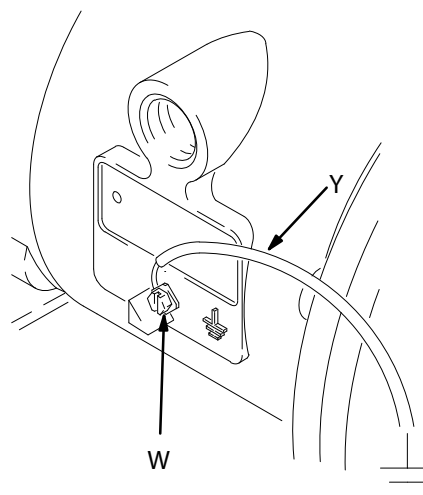

рис. 1
Полипропилен и PVDF **не** проводят электрический ток. При присоединении провода заземления к заземляющей клемме заземляется только пневматический двигатель. При перекачивании токопроводящих легковоспламеняемых жидкостей **всегда** заземляйте всю гидравлическую систему, обеспечивая электрический путь к фактическому грунтовому заземлению. См. рис. 1.
- **Насос.** Подсоедините провод и зажим заземления согласно рис. 1. Ослабьте винт (W). заземления. Вставьте один конец провода (Y) заземления, сечение которого должно составлять не менее $1,5 \text{ мм}^2$ (12 ga), за винт заземления и надежно затяните винт. Подсоедините конец заземляющего провода к зажимом к фактическому грунтовому заземлению. Заказывайте деталь № 237569, провод и зажим заземления.